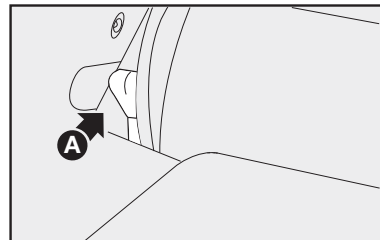

fig. 106
5) Destravar o encosto do banco agindo sobre as alavancas laterais **A-fig. 106** do mesmo, na direção da seta;